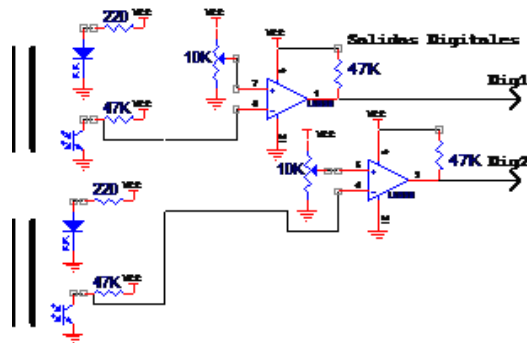

Figura 1. Generación de una señal digital con sensores reflectivos
3. Coloque a un lado de las llantas un fondo negro y blanco para detectar cuanto han girado estas usando sensores infrarrojos, como se muestran en la figura 1. Conecte estos encodificadores a las pines C0 y A4 del PIC. Programe los temporizadores T0 y T1 con relojes externos dados por las líneas de los encodificadores, como se muestra en el apéndice 2, el cual muestra cuando se detecta una transición del fondo negro y blanco.